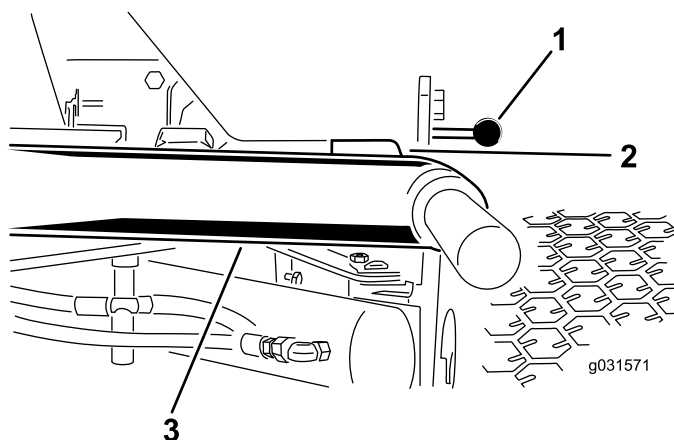

Figura 12
1. Pornii motorul, ridicai unitățile de tăiere i asigurăi-vă că spațiul liber dintre fiecare bra de ridicare i suportul plăcii de podea este de 5 până la 8 mm, aa cum se arată în Figura 12.